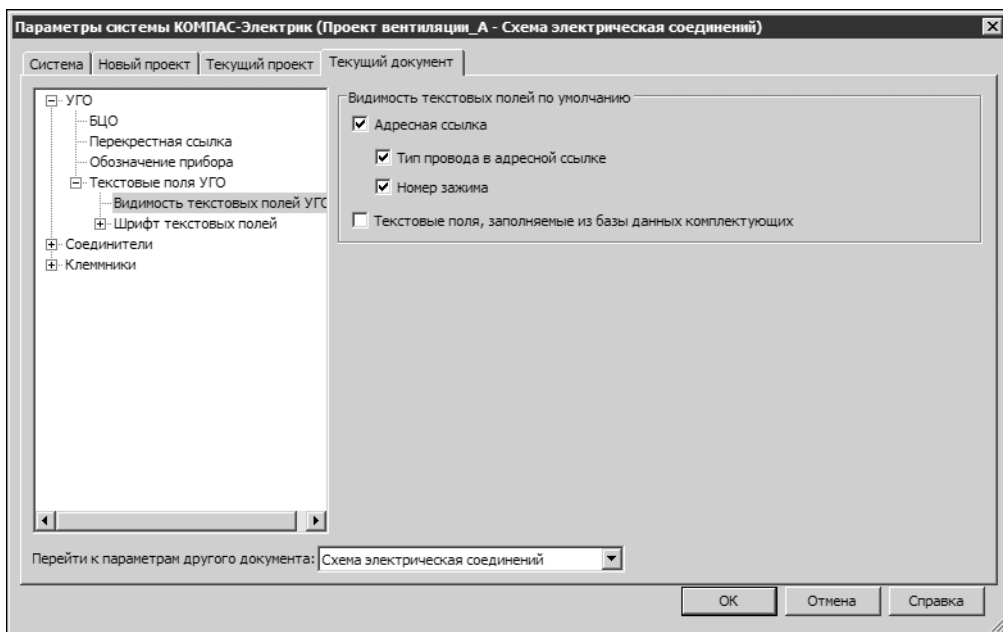

Рис. 26.15. Видимость адресных ссылок
2. Если схема соединений будет создаваться адресным способом, то перед ее формированием в настройках документа необходимо включить видимость текстового поля адресной ссылки (рис. 26.15 на с. 389).